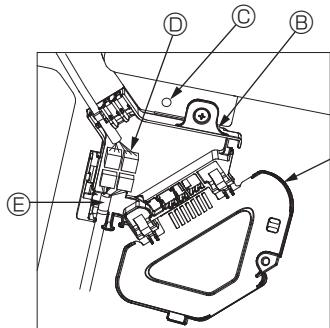
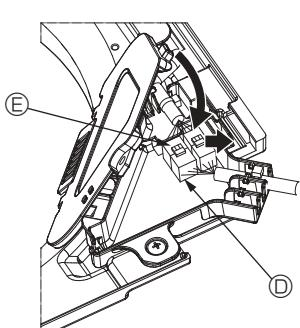

Fig. 10-8
Fig. 10-9
- ① Відкрутіть один гвинт, який кріпить кришку з'єднувальної коробки, і відкрийте її.
- ② Підключіть роз'єм з'єднувального проводу двигуна заслінок та роз'єм проводу двигуна заслінок панелі в з'єднувальній коробці. (Fig. 10-8)
- ③ Закрійте кришку з'єднувальної коробки.
- Закриваючи кришку з'єднувальної коробки, посуньте кришку в напрямку, вказаному стрілкою, і переконайтесь, що виступ надійно зафіковано. (Fig. 10-9)